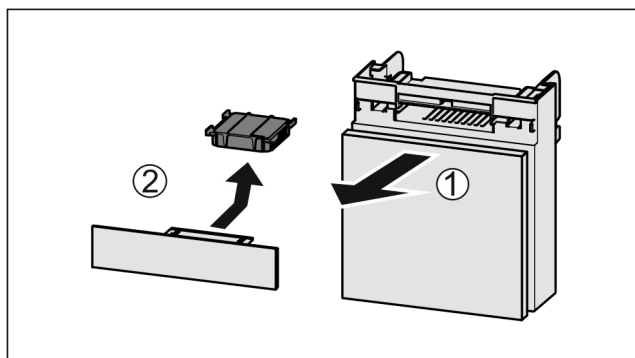

Fig. 142
- 向前拉出 Fig. 142 (1) 抽屉。
- 取出 Fig. 142 (2) 活性炭过滤器。